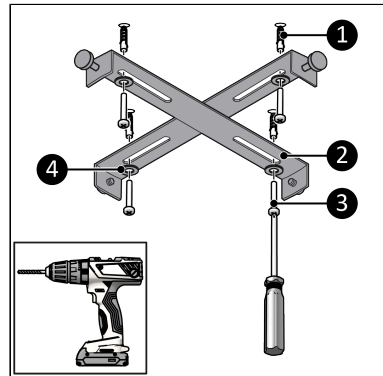

Abbildung 45.
- Platzieren Sie die Dübel in die vier Löcher (Abbildung 45, Pos. 1).
- Verwenden Sie die Kreuzschlitzschrauben (Abbildung 45, Pos. 3) und die Ringe (Abbildung 45, Pos. 4), um die Aufhängelasche (Abbildung 45, Pos. 2) an der Decke zu befestigen.